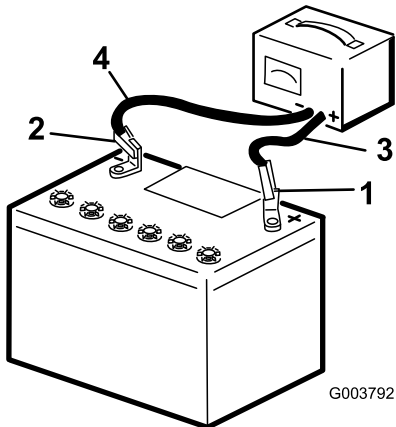

Figure 84
3. Branchez le câble négatif du chargeur de batterie à la borne négative de la batterie (Figure 84).
5. Quand la batterie est chargée au maximum, débranchez le chargeur de la source électrique, puis débranchez les fils du chargeur des bornes de la batterie (Figure 84).